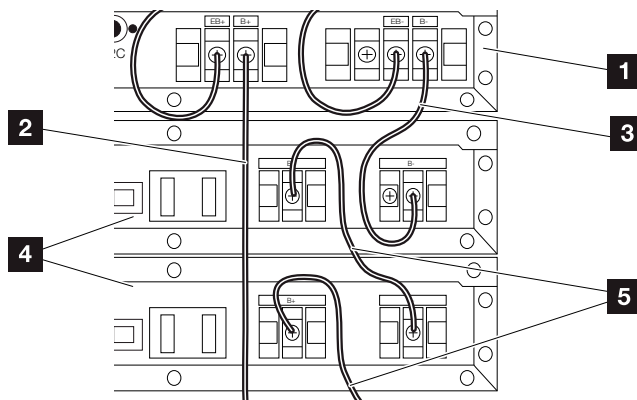

Abb. 29: Anschluss DC-Leitung Controller - Stromspeichermodul
2. Verbinden Sie den B- Anschluss des Controllers mit dem B- Anschluss des obersten Stromspeichermoduls. **Abb. 29 Pos. 3**
3. Verbinden Sie nun den B+ Anschluss des Stromspeichermoduls mit dem B- Anschluss des darunterliegenden Stromspeichermoduls. **Abb. 29 Pos. 5**